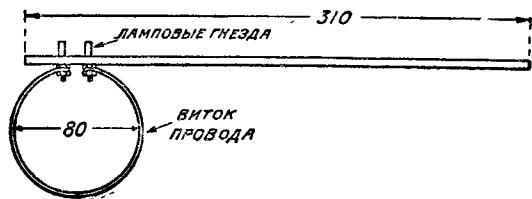

Рис. 1
1. Настройка передатчика на генерацию на всем диапазоне без провалов, подбор отдельных деталей — гридлика, конденсаторов, дросселя и пр., подбор наиболее выгодного анодного напряжения и напряжения накала. При налаживании передатчика в качестве указателя наличия колебаний высокой частоты (рис. 1) лучше всего применять электронную лампу типа „Микро“ (удалив с ее баллона зеркальный налет, для чего необходимо подогреть баллон лампы на спичке или примусе), вставленную в держатель, укрепленный на эбонитовой палочке длиной в 30 см для того, чтобы не сказывалось емкостное влияние рук.